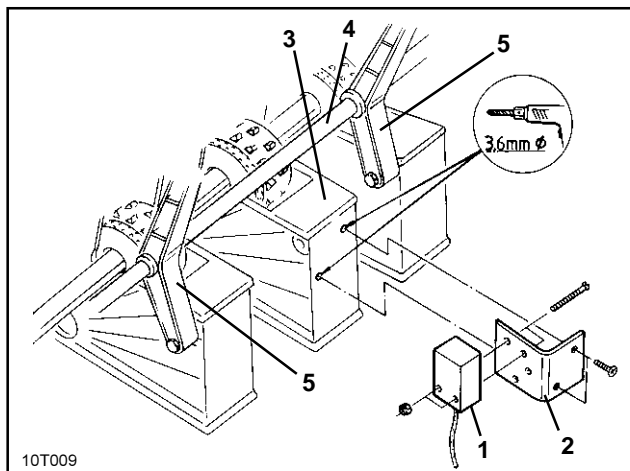

Fig. 10.3
- ☐ Vissez le capteur (fig. 10.3/1) sur son support (fig. 10.3/2).
- ☐ Percez 2 trous (\varnothing 3,6 mm) dans un des carters de distribution (fig. 10.3/3) en utilisant le foret fourni avec le boîtier. Choisissez un carter de distribution placé entre deux paliers (fig; 10.3/5) de l'arbre de jalonage (10.3/4).